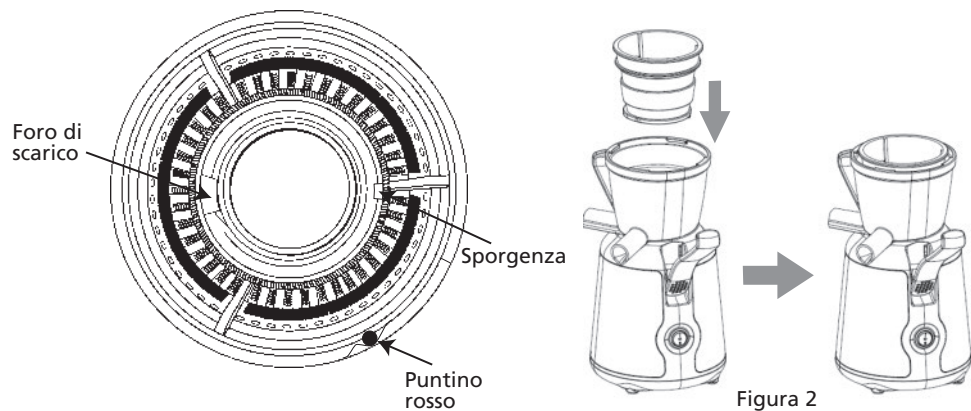

Figura 2
2. Montare il filtro sul contenitore di spremitura: far corrispondere il foro di scarico parti solide del filtro con lo scarico che convoglia le parti solide nel contenitore di spremitura; Se l'installazione è stata eseguita correttamente, il puntino rosso sul contenitore di spremitura e quello sul filtro devono essere allineati. (vedi figura 2)